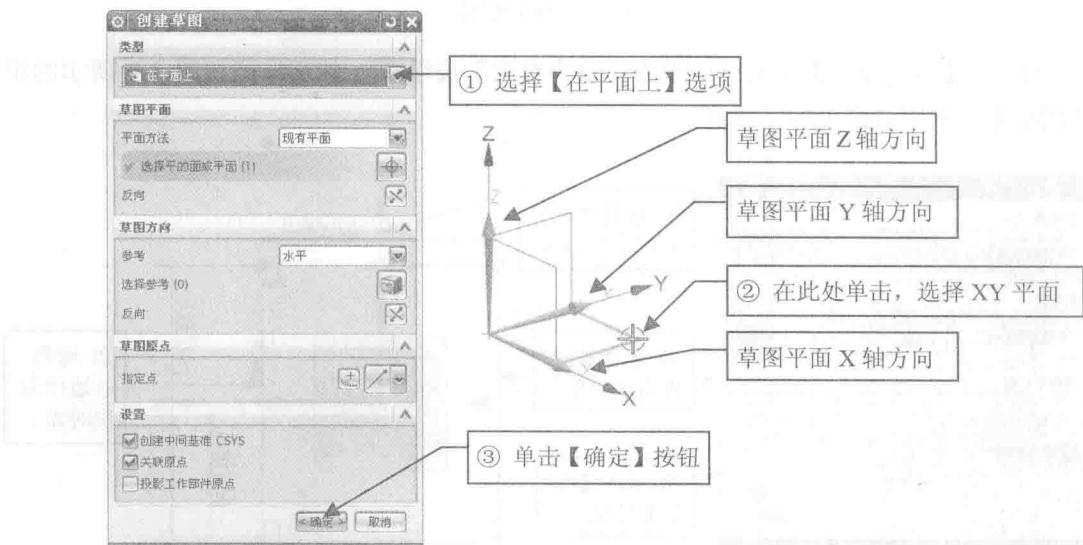

图 1-6 指定草图平面
(3) 选择草图平面进入草图环境。在 UG NX 8.5 工作界面下方的【直接草图】工具条中单击【草图】按钮，或选择【插入】→【草图】菜单命令，此时系统将弹出【创建草图】对话框。按照如图 1-6 所示的步骤，选择 XY 平面作为草图平面，进入草图环境。